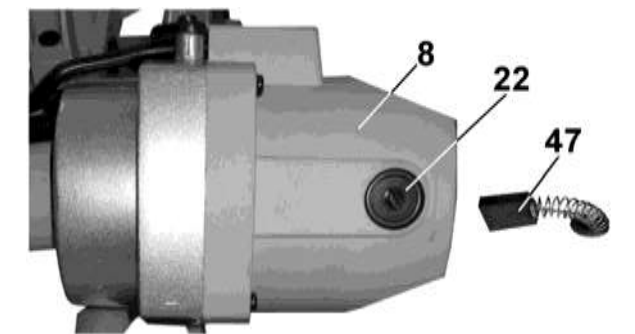

Рис.16
13.2. Осмотр и замена щеток (Рис. 16)